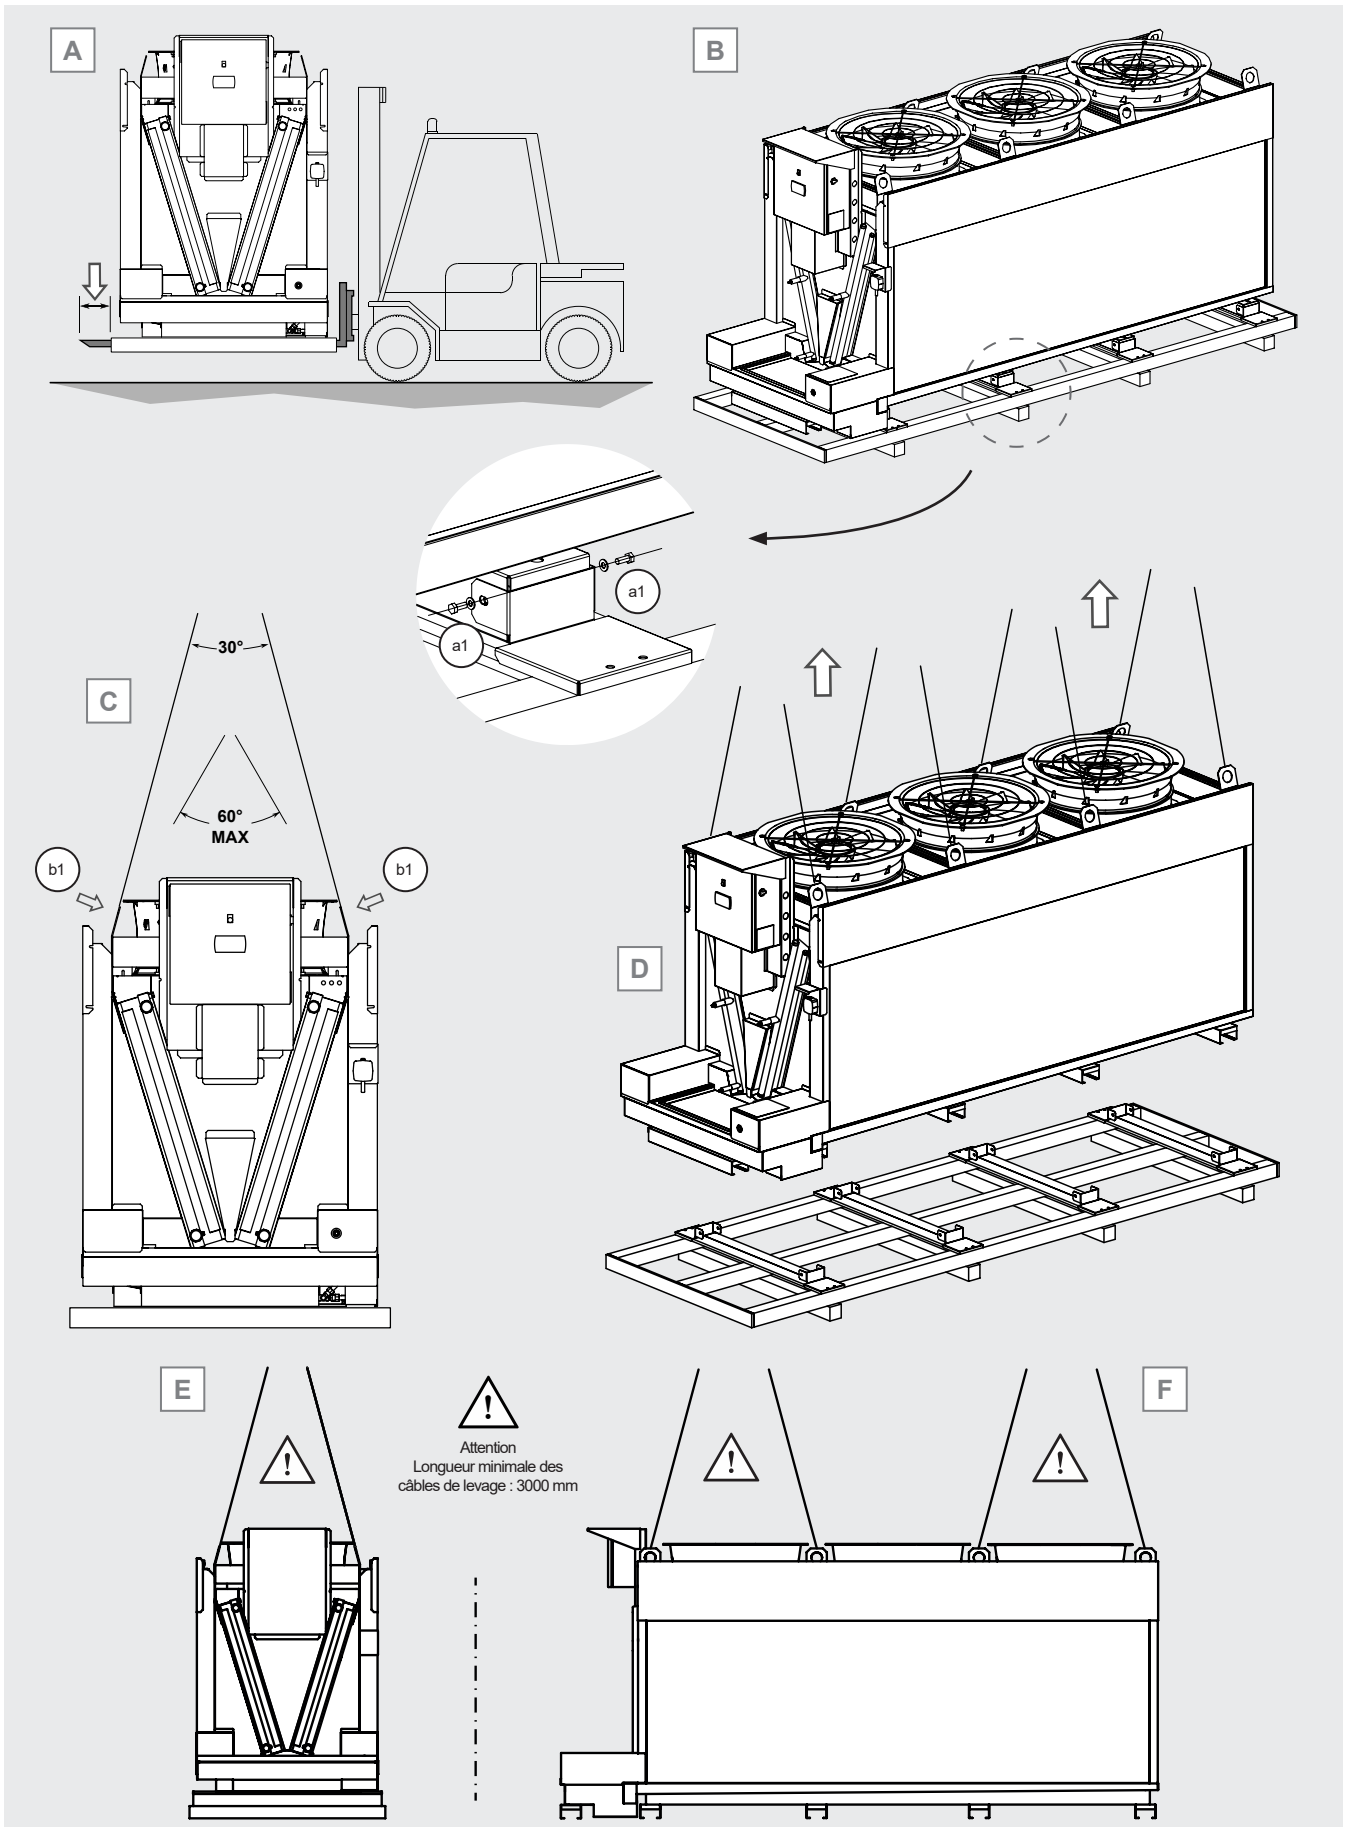

Figure 5
5.2 Pour le chargement-déchargement depuis le moyen de transport avec un chariot élévateur, les supports de levage doivent être plus longs que la profondeur de l'emballage et/ou du modèle, voir la Figure 5 A.
5.3 Pour le chargement et le déchargement depuis le moyen de transport à l'aide d'une grue ou d'un pont roulant, accrocher la grue ou le pont roulant aux points de levage conformément au Tableau 2. Voir la Figure 5 C. Il convient de noter que, pour faciliter uniquement les opérations de chargement et de déchargement depuis le moyen de transport, il est également possible d'utiliser seulement 4 points de levage.
5.4 Pour le retrait de la palette, avant l'installation du modèle, dévisser les vis (a1) qui fixent les supports du modèle à la palette de transport, voir la Figure 5 B;
5.6.1 Accrocher la grue ou le pont roulant aux points de levage (b1), voir la Figure 5 C ;
5.6.2 Soulever le modèle et le positionner à son emplacement final. Utiliser tous les points de levage. Voir la Figure 5 D.
Pour le chargement et le déchargement du modèle depuis le moyen de transport, ainsi que pour sa manutention, il est nécessaire d'utiliser des câbles de levage et des palonniers. Il est possible d'utiliser des palonniers aussi bien dans le sens longitudinal que transversal ; voir les Figure 5 E et F.